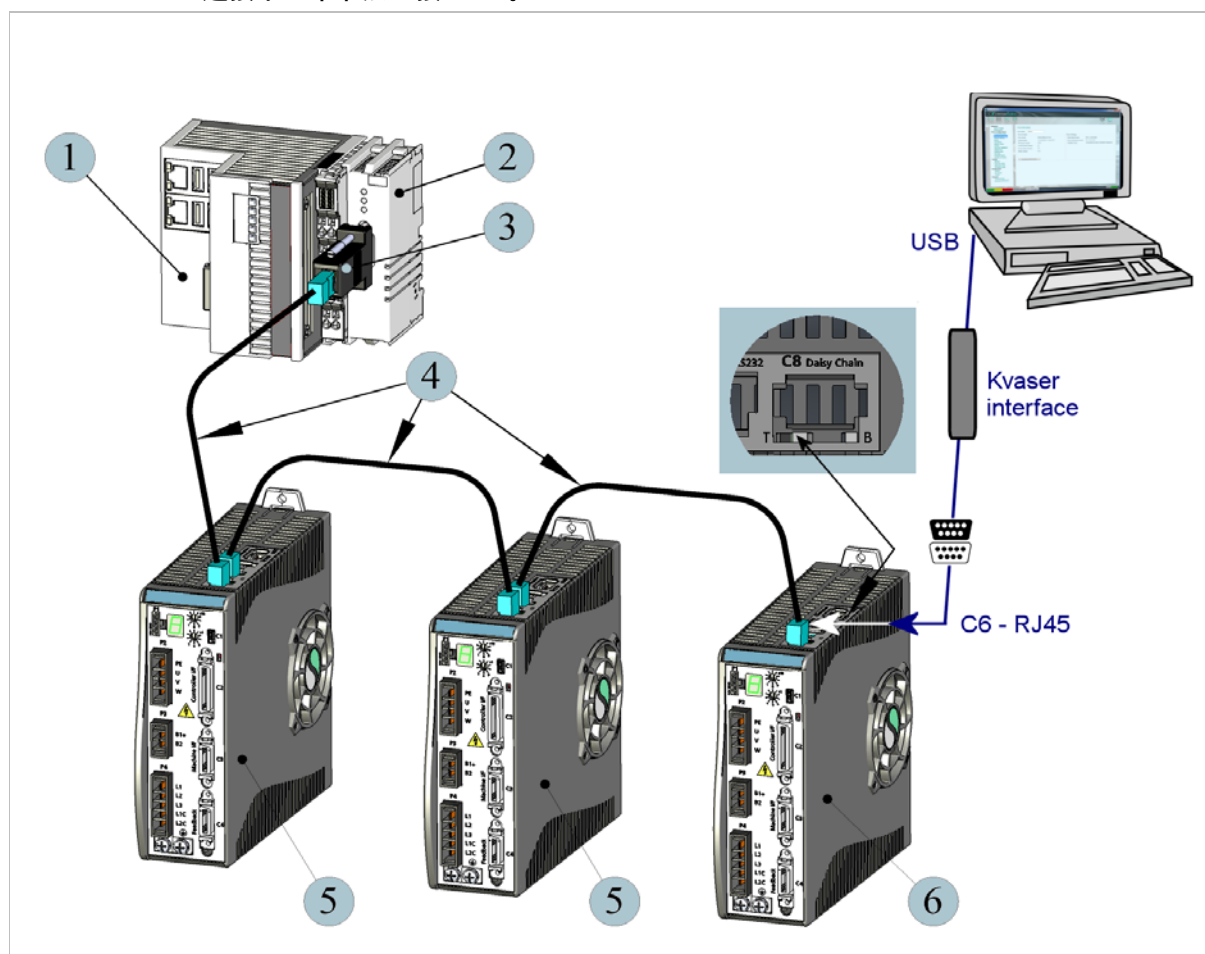

图 3-7. CAN 连接示意图（使用 Kvaser 接口转换器）
- 1、如图 3-7 所示，Kvaser 接口转换器可使电脑与 CANopen 型 CDHD 建立通讯连接。